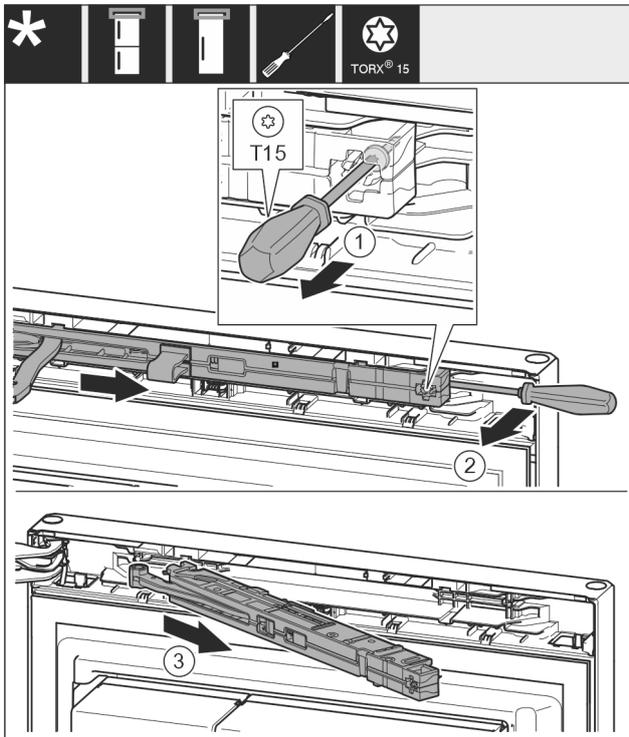

Fig. 13
- ▶ 用螺丝刀将关门阻尼单元上的螺钉 Fig. 13 (1) 松开 14 mm。
- ▶ 用螺丝刀在手柄侧向前推动关门阻尼单元 Fig. 13 (2)。
- ▶ 拉出关门阻尼单元 Fig. 13 (3)。